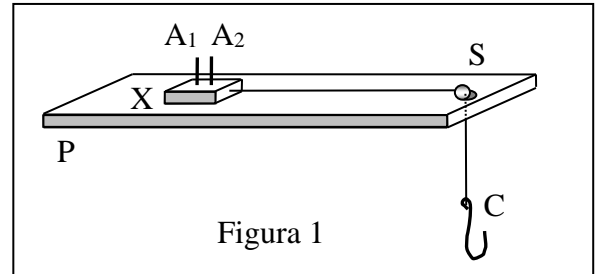

Figura 1
I.2. Se plasează placa P în poziție orizontală, conform desenului din figura 1. Se introduce firul legat de corpul X prin orificiul de sub scripete și, de capătul liber al firului, se suspendă cârligul C. Se așază un număr de șaibe pe suporturile metalice de pe corpul X și apoi pe cârlig, până când corpul începe să alunece uniform pe placă. Se repetă operația pentru un număr din ce în ce mai mare de șaibe plasate pe corp, respectiv pe cârlig. Este important ca firul să treacă perpendicular pe axul scripetelui, adică de-a lungul șanțului scripetelui.